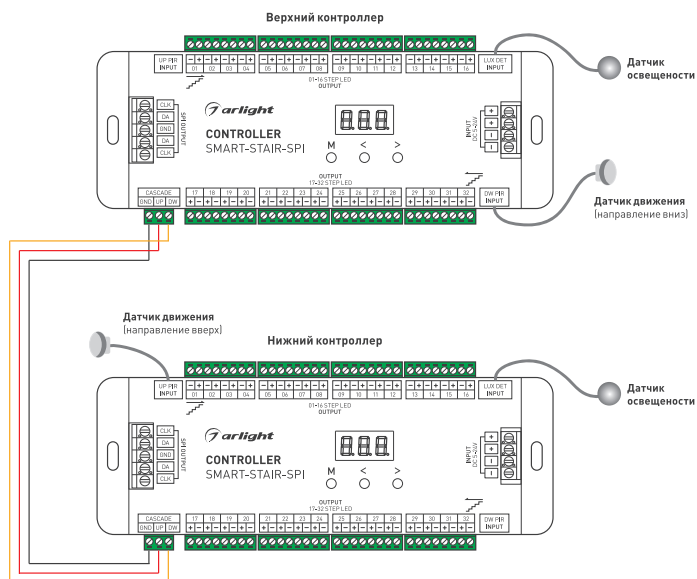

Рисунок 6. Схема каскадного подключения контроллеров
- 3.8. Для расширения количества ступеней (до 64) допускается каскадное подключение двух контроллеров — рис. 6.